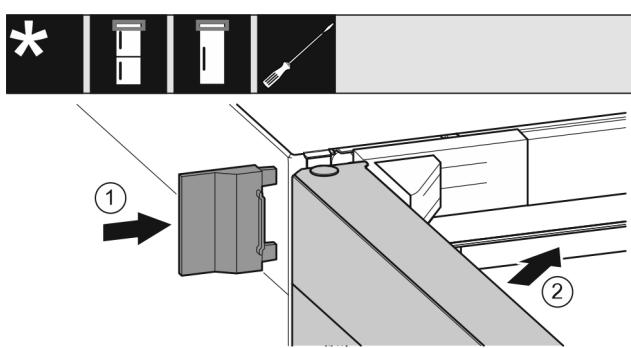

Fig. 23
- ▶ Užstumkite išorinę dengiamąją plokštelię. Fig. 23 (1)
- ▶ Uždarykite viršutines duris. Fig. 23 (2)